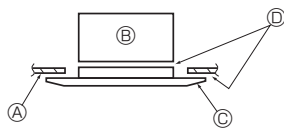

Fig. 8-7
8.3.3. Στερέωση της περσίδας (Fig. 8-7)